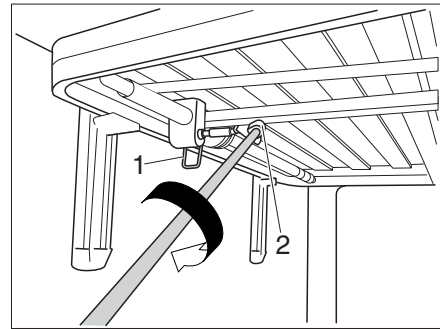

Bild 138 Höhenverstellung
- Sicherungshebel (Bild 138,1) lösen. Das Bett kann jetzt verstellt werden.
- Kurbel in die magnetische Vierkant-Aufnahme (Bild 138,2) schieben. Die Höhe des Bettes kann jetzt verändert werden.
- Kurbel aus der Vierkant-Aufnahme (Bild 138,2) ziehen und in der Halterung aufbewahren.